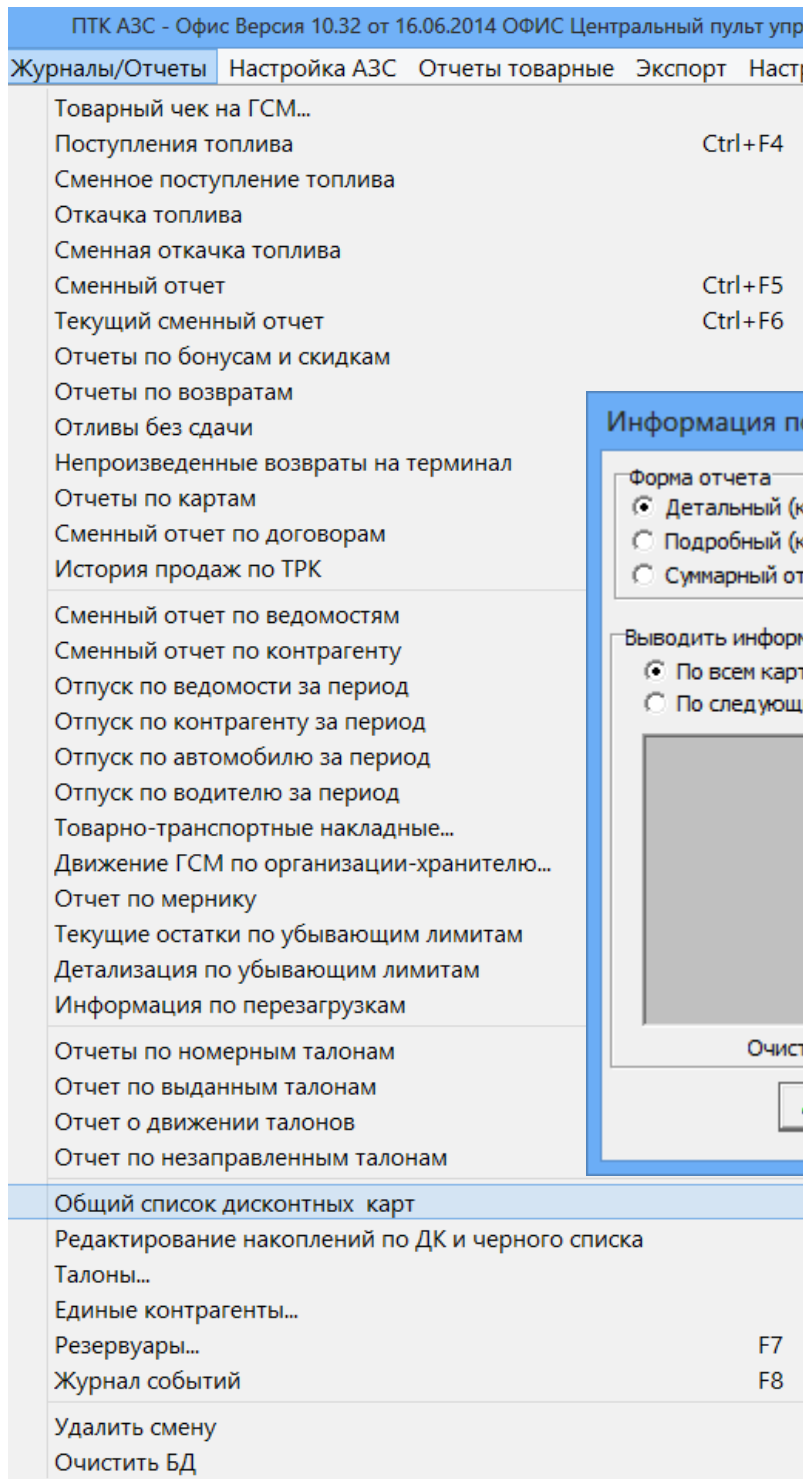

Рис.1
- Просмотр текущих сумм отливов по дисконтным картам в ПТК АЗС Офис, как по каждой АЗС, так и суммарных (рис.1,2,3).